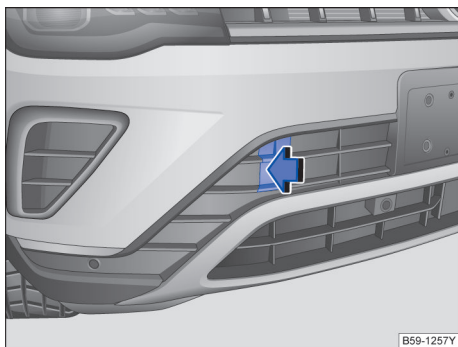

图 212 在保险杠的右前部：拆卸盖板
- 按压盖板的左侧区域 → 图 212（箭头），松开盖板的卡扣。